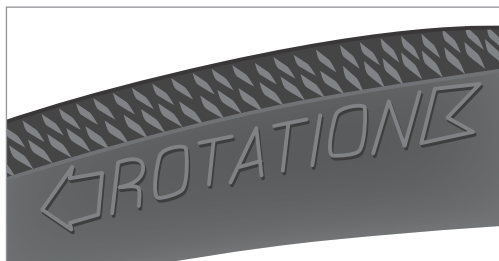

Figure 1
1. Vérifiez la présence de marques de direction de la bande de roulement sur le flanc du pneu. Orientez la direction de la bande de roulement sur la jante pour que le pneu tourne dans la bonne direction lorsqu'il est installé sur le vélo (Fig. 1).